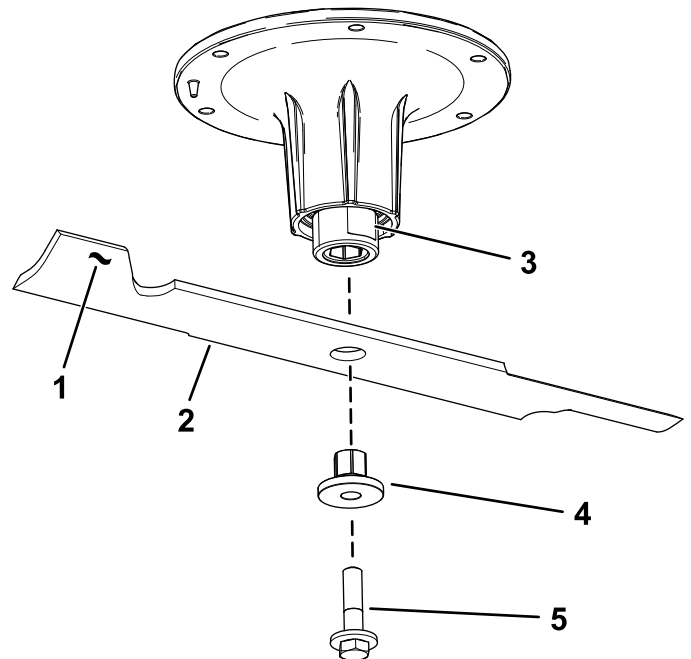

Figura 89
2. Retire el perno de la cuchilla, el casquillo y la cuchilla del eje (Figura 89).